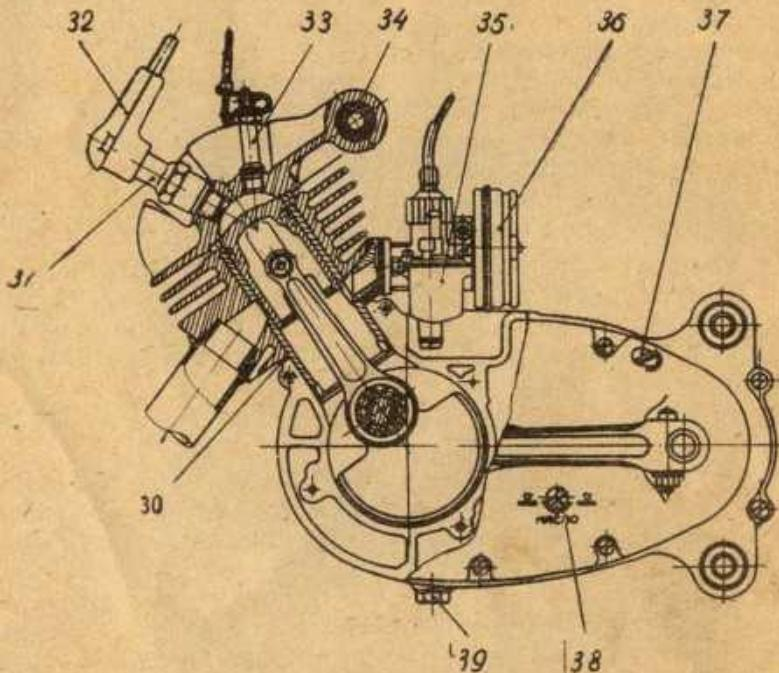

Рис. 3. — Двигатель (вид. слева).
Воздушный фильтр 36 (рис. 3) сухой, сетчатый, не разборный, крепится на задней части горизонтального патрубка карбюратора при помощи хомутика. Фильтр имеет устройство для переобогащения топливной смеси при запуске холодного двигателя. Уход за воздушным фильтром состоит в периодической промывке его в чистом бензине и в легкой смазке автолом пакета фильтрующих элементов (сеток).
1. Слить отработанное масло через отверстие в дне картера, предварительно отвернув сливную пробку 39 и заливную пробку 37 (рис. 3).
Правильный уровень масла определяется контрольным отверстием в левой крышке картера, закрытого винтом 38 (рис. 3) масло надо заливать до тех пор, пока его уровень не совместится с контрольным отверстием. При этом мопед должен стоять в вертикальном положении.